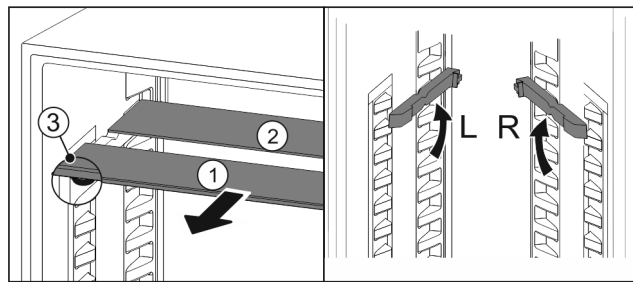

Fig. 112
- ▶ Vytiahnite sklené dosky jednotlivo dopredu Fig. 112 (1).
- ▷ Sklená doska Fig. 112 (1) s ozdobnou lištou leží vpredu.
- ▷ Zarážky Fig. 112 (3) ukazujú nadol.